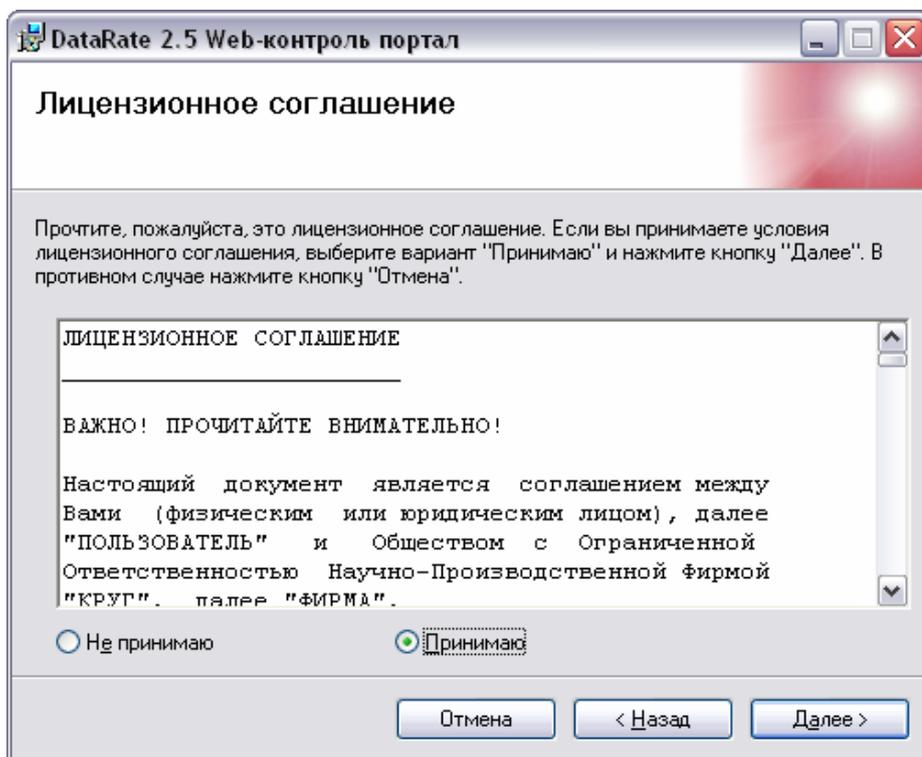

Рисунок 8 - Окно лицензионного соглашения **Web-контроль портала**
6) Прочитайте лицензионное соглашение **Web-контроль портал**, выберите «**Принимаю**» (рисунок 8), следуйте указаниям инсталлятора (нажимайте «**Далее**>»)